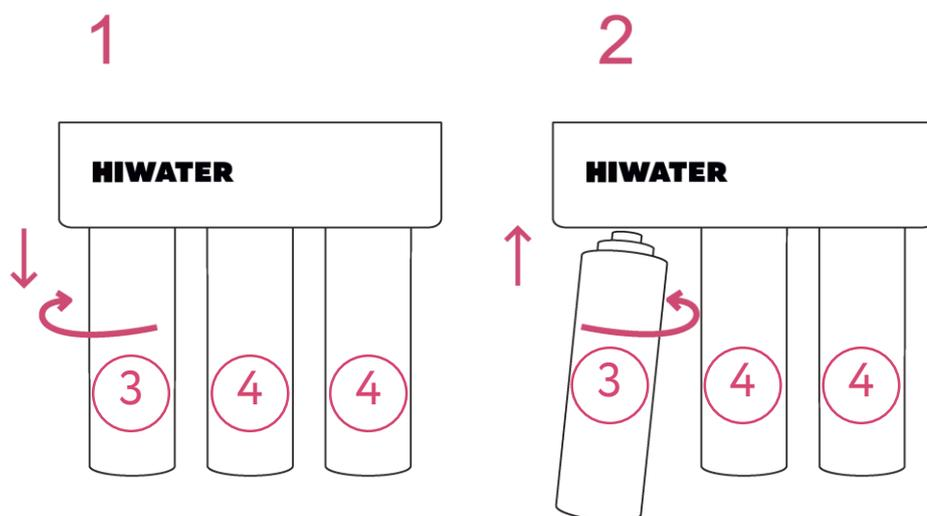

Рисунок 7
4. Поверните картридж по часовой стрелке и потяните вниз рисунок 7 (1).
5. Установите новый картридж в резьбовое соединение и поверните против часовой стрелки до упора рисунок 7 (2). **Подпишите дату установки картриджа в специальное окно.**